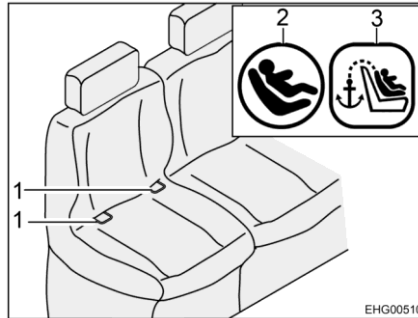
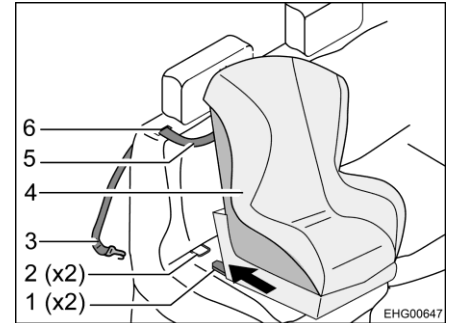

Fig. 10 Sedile con Isofix
Fig. 11 Fissaggio con Top Tether
- Far passare la cintura Top Tether (Fig. 11,5) nella fessura (Fig. 11,6) nel cuscino dello schienale (accanto al poggiatesta).
- Agganciare il gancio di fissaggio (Fig. 11,3) al punto di ancoraggio sul retro del sedile del veicolo.
- Innestare i braccetti di ritenuta (Fig. 11,1) nella staffa di supporto (Fig. 10,1 e Fig. 11,2). Al momento dell'innesto dovrebbe essere possibile sentire un "clic".
- Scuotere con decisione il seggiolino per bambini (Fig. 11,4) per verificare che sia ben fissato.